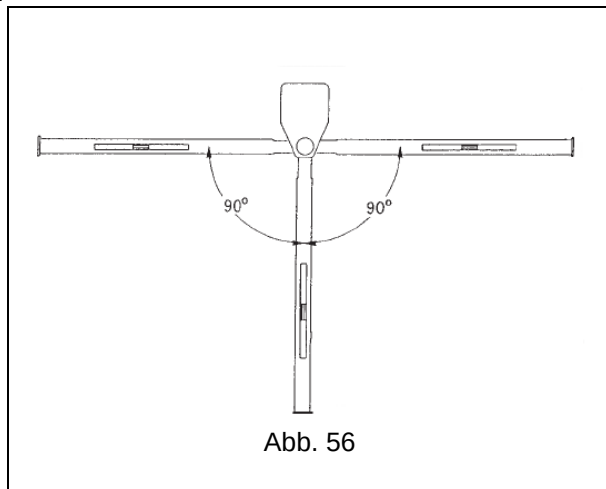

Abb. 56
2. Die Ebenheit des Arms **B** mit Hilfe einer Wasserwaage **L** prüfen. Bei dieser Prüfung werden die Arme nach links und rechts gedreht (Abb. 56).